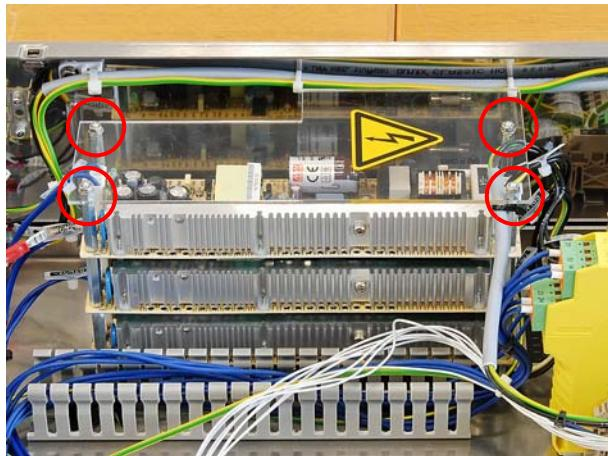

Abbildung 8.93 Berührungsschutz
2. Berührungsschutz (Abbildung 8.93) über den Netzteilen demontieren.
8. Berührungsschutz (siehe Abbildung 8.93, Seite 110) montieren.